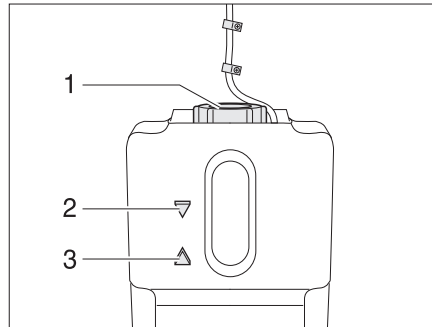

Bild 269 Expansionsbehållare varm-
- Kontroll av vätskenivå utförs på expansionsbehållaren (Bild 269), nivån skall ligga mellan markeringarna "MIN" (Bild 269,3) och "MAX" (Bild 269,2).
- Vredet på expansionsbehållaren (Bild 269,1) öppnas.